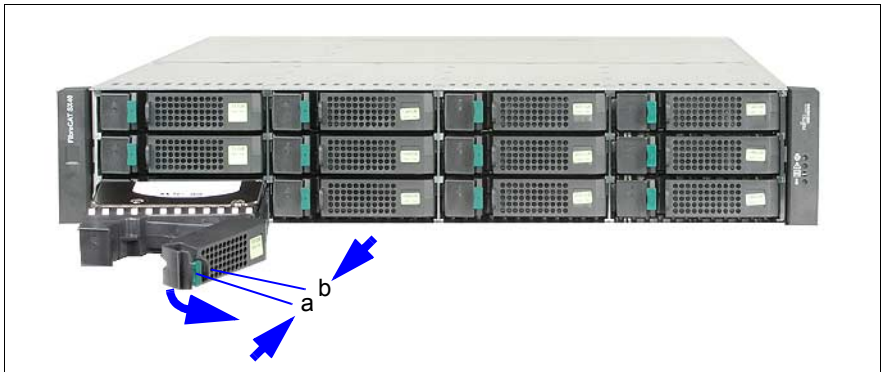

Bild 11: Festplattenlaufwerk ausbauen
- Drücken Sie die grüne und die graue Zunge zusammen und ziehen Sie den Riegel auf (siehe auch Bild 11).